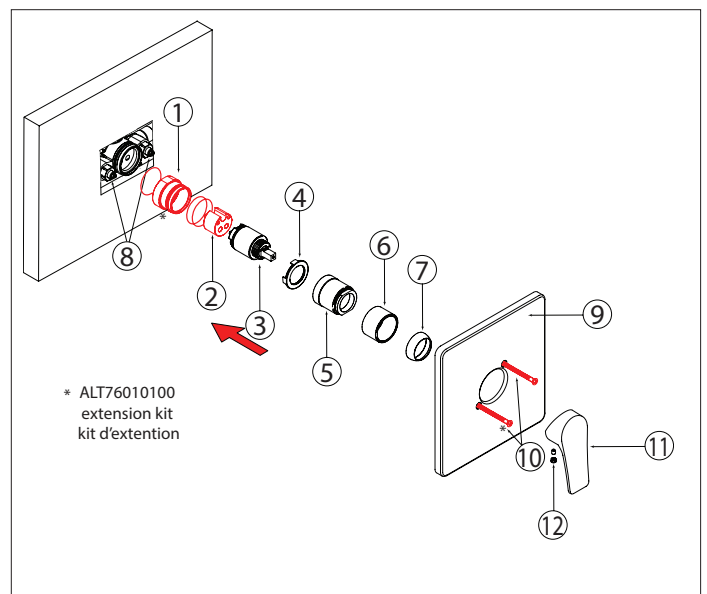

Fig. 13
Install the extension kit (1 & 2) (Fig. 13) and reinstall the components from (3) to (7) following the numerical order.
Open the two check valves (8) (Fig. 13) and inspect for possible leaks.
Reinstall the plate (9) back onto the finished wall using the new screws (10) included with the extension kit. Place the handle (11) and fix with the set screw (12). (Fig. 13).
Installer le kit d'extension (1 et 2) (Fig. 13) et réinstaller les composants de (3) à (7) en suivant l'ordre numérique.
Ouvrir les deux valves de service (8) (Fig. 13) et vérifier l'absence de fuites éventuelles.
Réinstaller la plaque (9) contre le mur de finition en utilisant les nouvelles vis (10) fournies avec le kit d'extension. Mettre la poignée (11) en place et la fixer avec la vis de réglage (12). (Fig. 13).